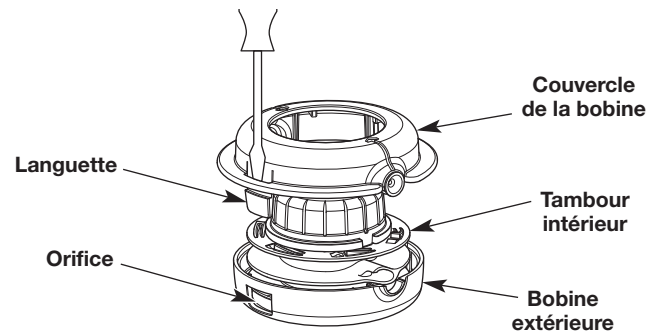

Fig. 2
7. Utilisez un chiffon propre pour nettoyer le tambour intérieur, la bobine extérieure et le couvercle de la bobine (Fig. 2).
8. Alignez les languettes sur le couvercle de la bobine avec les orifices de la bobine extérieure (Fig. 2). Poussez le couvercle de la bobine sur la bobine extérieure jusqu'à ce que les languettes de sécurité s'enclenchent dans les orifices.